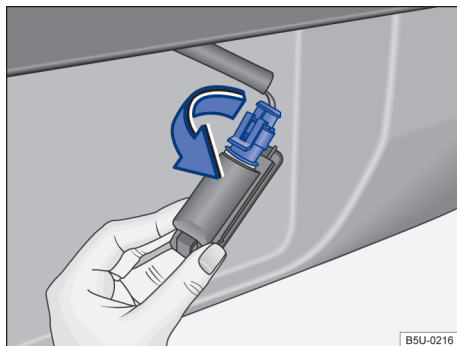

Fig. 167 Lanterna da placa de licença: remover o soquete da lâmpada.
3. Girar o soquete da lâmpada no sentido da seta → Fig. 167, e desencaixá-lo do alojamento.
7. Posicionar o soquete no alojamento e girar no sentido contrário ao da seta → Fig. 167.